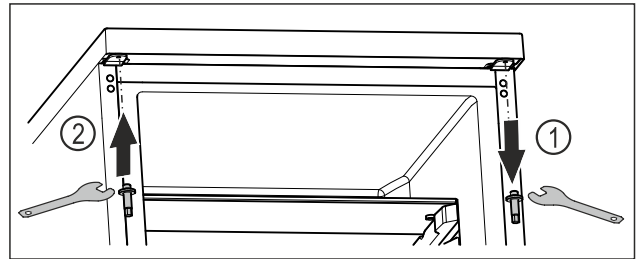

Fig. 14
- ▶ Lironi bulonat e sipërm me çelësin e jashtëm kriket. Fig. 14 (1)
- ▶ Shtrengoni fort bulonat e anës së kundërt me çelësin e jashtëm kriket. Fig. 14 (2)